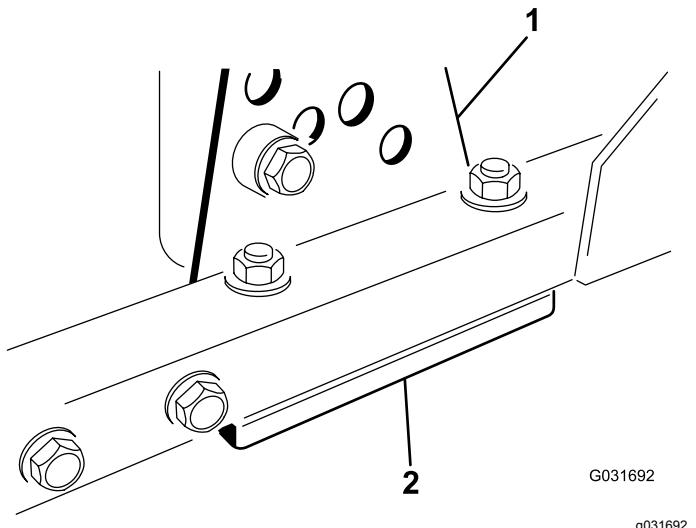

Figure 95
1. Retirez le support de hauteur de coupe (avant, gauche ou droit) du cadre du plateau de coupe (Figure 95).
2. Placez des cales de 1,5 mm et/ou une cale de 0,7 mm entre le cadre et le support du plateau pour obtenir la hauteur de coupe voulue (Figure 95).